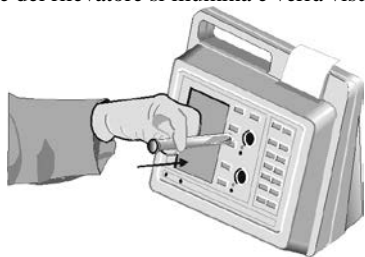

Figura 9. Inserimento della provetta nel pozzetto
3. Inserire la provetta nel pozzetto (Figura 9 sotto). Impartire rapidamente alla provetta una completa rotazione in senso orario. Sullo schermo apparirà brevemente il messaggio **DETECTING MAGNET PLEASE WAIT** (Rilevamento magnete attendere prego).